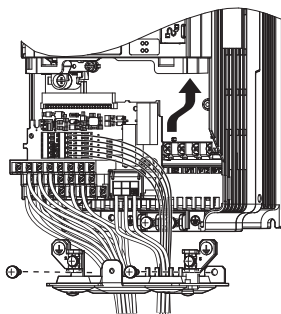

图 72 变频器的更换 (端子排的安装)
1. 完成主回路的接线后，请按照图 72 将拆装式端子排切实插入插口，并用固定螺丝固定。